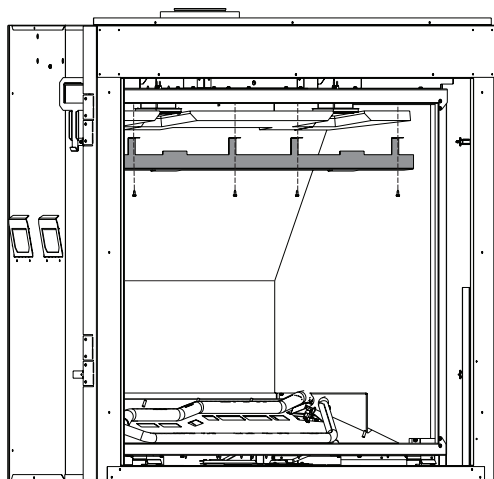

Figure 70
3. Retirer le support de doublage supérieur ainsi que ce dernier. Voir Figures 70 et 71.